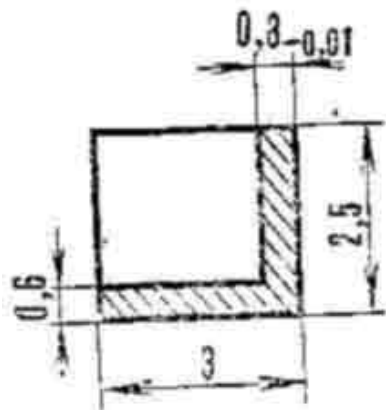

Рис. 40. Сечение L-образного кольца
13. Готовые кольца расточить под L-образное сечение (рис. 40) в специальном стакане с гайкой, удерживающей кольцо.